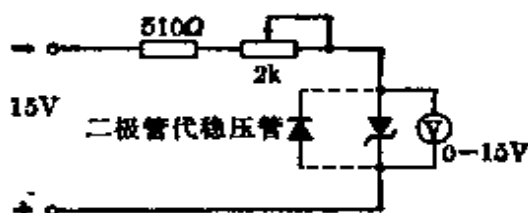

图12-17
(2) 对元件进行质量检查。这里着重介绍稳压管的简易检查方法。图 12-17 为测试稳压管的电路图。测试时,只要将稳压管接入电路,这时电压表指针指的数值即为稳压值。调节电位器,观察电压表指针的变化。变化越小,稳压管的稳压性能越好。用